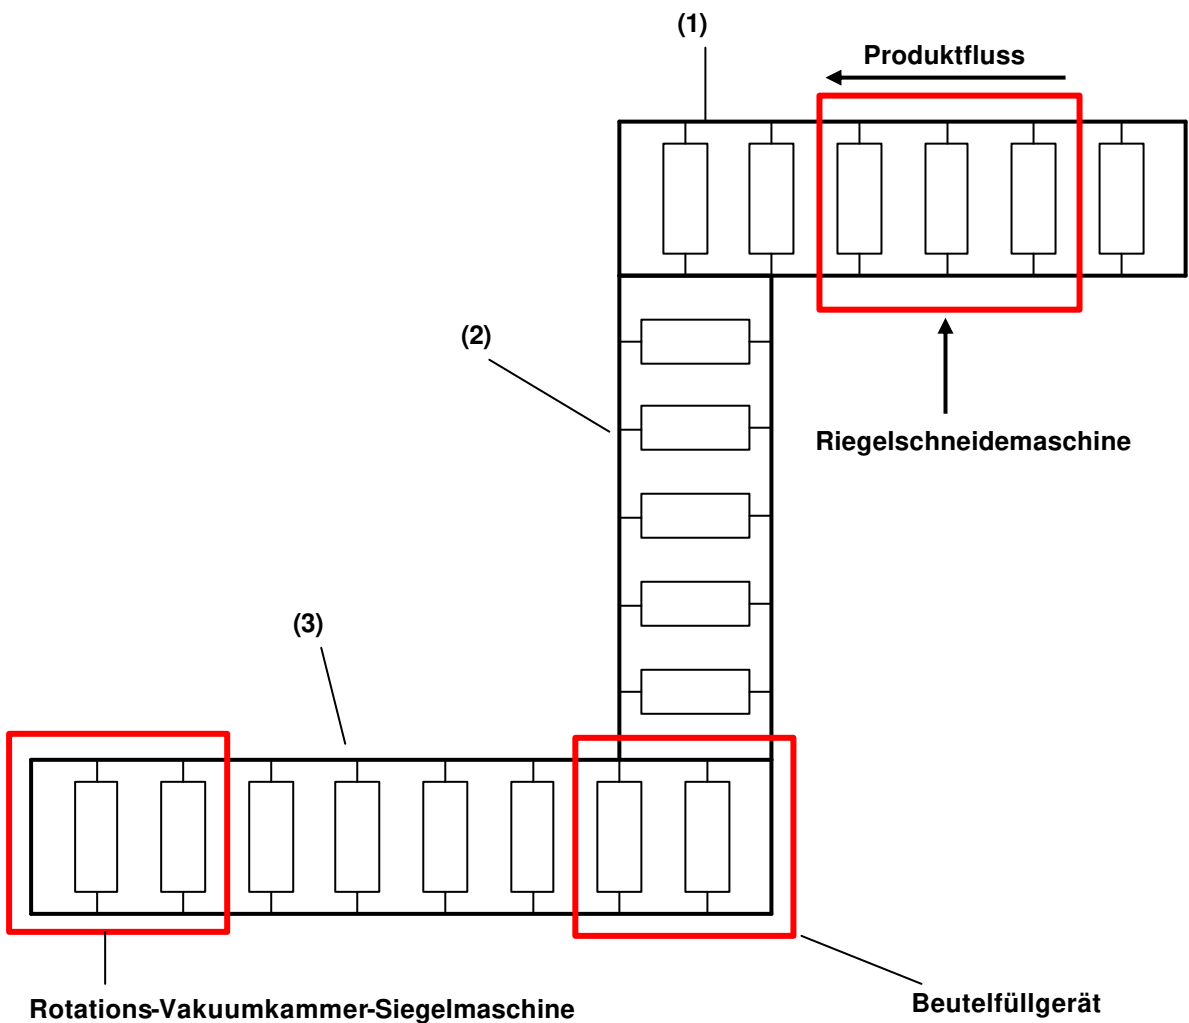

Abb.4.2: Prozessablauf
Am Anfang des Verpackungsprozesses [Abb.4.2] wird ein Käseblock mit den Abmaßen von ca. 450 mm x 520 mm x 19 mm und einem Gewicht von ca. 45 kg auf die Rollenbahn(1) gelegt. Anschließend durchläuft der Käseblock die Riegelschneidemaschine, wo der Block in 20 gleichgroße Blöcke geschnitten wird. Jetzt laufen die Käseblöcke über SPS gesteuerte Bandsysteme(2) in das Beutelfüllgerät, indem die Blöcke in das Verpackungsmedium geschoben werden. Nach der Befüllung der Beutel wird das eingetütete Produkt über ein weiteres Bandsystem(3) zur Rotations-Vakuumkammer-Siegelmaschine weitergeleitet. Dort angekommen wird der Beutel luftdicht verschlossen.